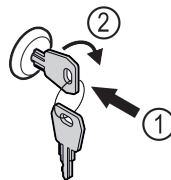

Fig. 132
- ▶ Iespiediet atslēgu Fig. 132 (1).
- ▶ Grieziet atslēgu par 90° pulksteņrādītāja virzienā Fig. 132 (2).